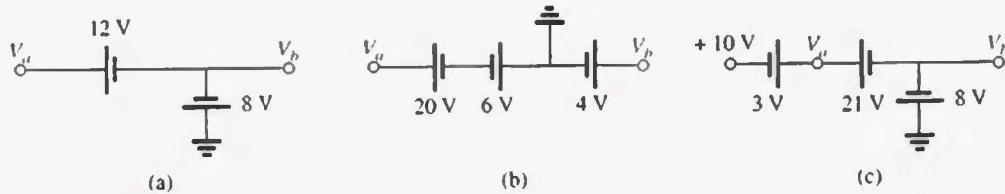

FIGURA 5.93
24. Determine los voltajes V_a , V_b y V_{ab} para la red de la figura 5.93.